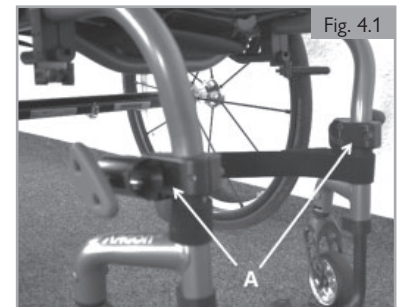
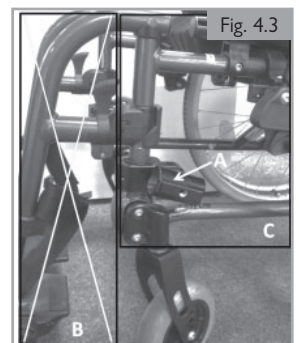

Fig. 4.1
Fig. 4.3
1. Coloque las abrazaderas (A) a ambos lados de la silla de ruedas y del armazón. Cuando las instale, seleccione una parte recta del tubo del armazón que no sea curvada o angulada. (Fig. 4.1)
NOTA: En el caso de las sillas de ruedas con reposapiés giratorio y extraíble, la abrazadera (Fig. 4.1, A) debe montarse en el marco principal de la silla de ruedas (área C) y en ningún caso en los reposapiés extraíbles (Área B). (Fig. 4.3)